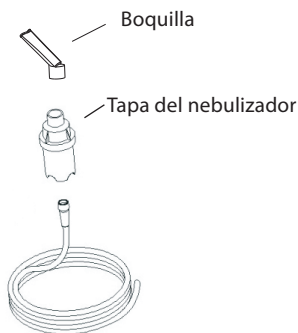

Figura 5
8. Si usa la boquilla, acóplela firmemente a la tapa del nebulizador. La tapa está diseñada para encajar perfectamente (Figura 5).